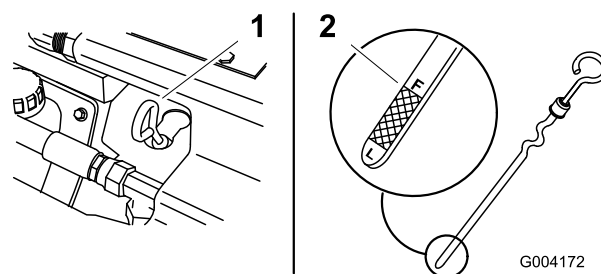

Figura 15
4. Pulite attorno all'asta di livello (Figura 15).
5. Estraete l'asta di livello dell'olio e pulite l'estremità metallica (Figura 15).
6. Infilate fino in fondo l'asta di livello nel relativo tubo (Figura 15).